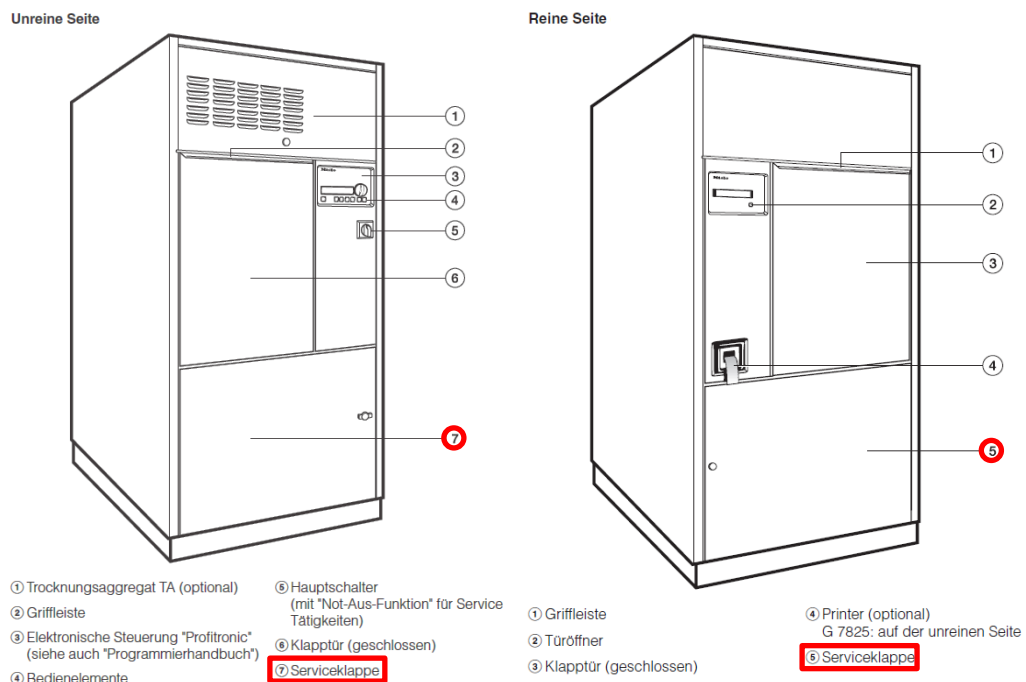

Abb. 2: Serviceklappen Miele G7826
- ◆ Hängen Sie auf beiden Seiten des RDGs die Serviceklappen (rote Markierung, Abb. 2:) aus.